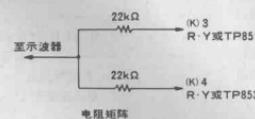

图 8
②如图 8 所示, 通过一个电阻矩阵变换电路将示波器与连接器(K)的销 3 和销 4 相接(或 CRT 显象管装置的 TP 851 和 TP 853);